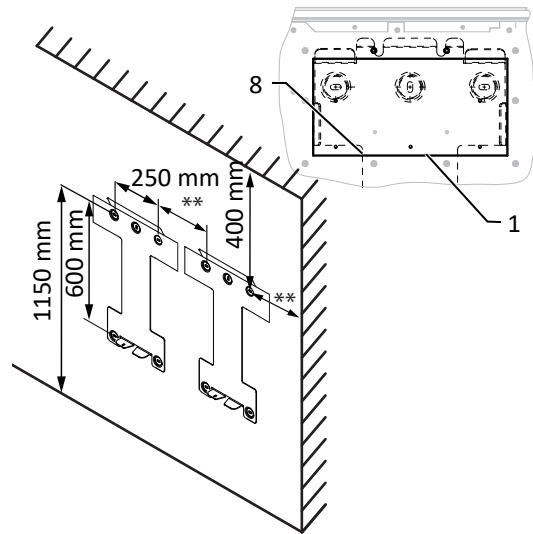

Abb. 12: Wandmontage
- Mindestabstände bei der Montage: [Siehe Abbildung 12 ► Seite 17]
2. Gerät über die Gehäuseaussparung auf der Geräterückseite in die Halterung einhängen ([Siehe Abbildung 12 [▶ Seite 17]]).